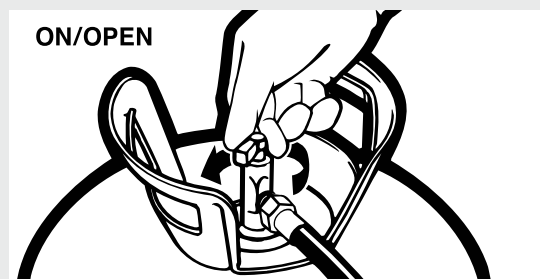

Figura 3.
- Utilizando la llave suministrada en el kit de ensamblaje de la pistola/manguera, apriete los ensamblajes de las mangueras de las válvulas «A» y «B» hasta que ambas estén ajustadas. Aplique una capa de vaselina a la cara interior del dispensador Insta-Flo™. (Ver Figura 3)